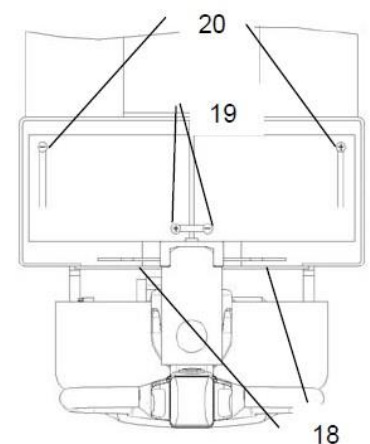

Fig.14: Substituição de bateria
Estacione a transpaleteira com segurança e desligue o equipamento, então ative o botão de emergência combinado (3). Solte a tampa principal com os dois parafusos (18, fig. 14)
Após fechar o tanque hidráulico com a capa de fechamento (21, fig. 15, apenas TEE 15) primeiramente, desparafuse os parafusos do terminal negativo (19, fig. 14) então desparafuse os parafusos do terminal positivo (20, fig. 14) e coloque os cabos de lado. Desparafuse os parafusos inferiores da placa de montagem elétrica (22, fig. 15). Desparafuse os parafusos de fixação (23).
Remover os elementos de fixação da bateria (26, fig. 15) e remova as baterias. Coloque novas baterias com as posições do terminal, de acordo com a fig. 14.